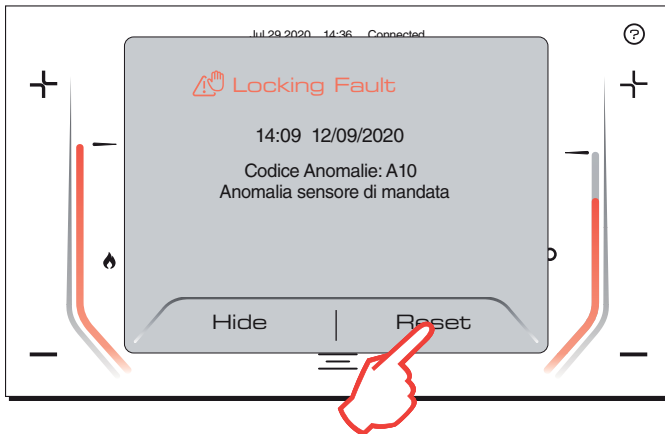

fig. 33
- 1 - Atingând butonul [RESET] când apare un ecran similar cu cel ilustrat în fig. 33.